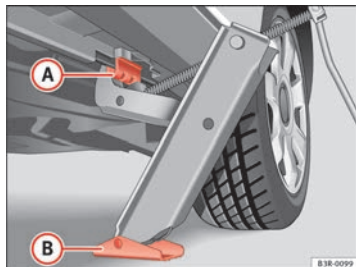

Abb. 181 Radwechsel:
- Richten Sie den Wagenheber so aus, dass seine Klaue in den Steg des Unterholms greift ⇒ Abb. 181 **A** und die bewegliche Grundplatte **B** plan auf dem Boden aufliegt.